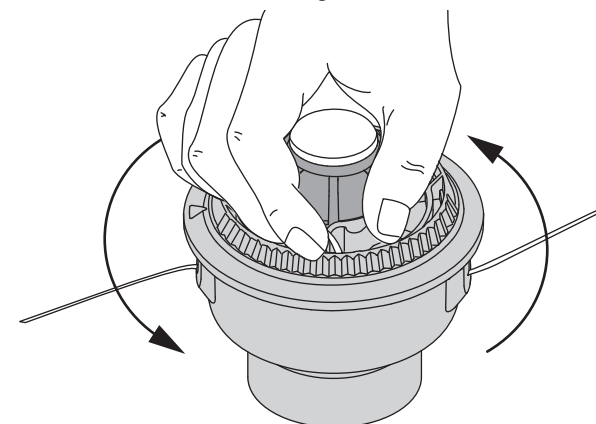

Fig. 16
8. Sostenga la bobina exterior. Bobine el carrete interior en sentido antihorario hasta que queden alrededor de 102 mm (4 pulgadas) de línea (Fig. 16). Evite topar la perilla de "bump knob" mientras está enrollando. Asegúrese de que la perilla "bump knob" esté